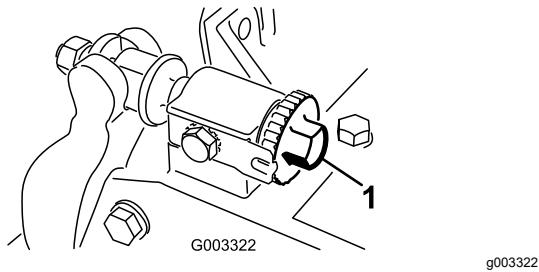

図 10
- ベッドバー調整ねじを左に回してベッドナイフとリールの接触をなくす図10。